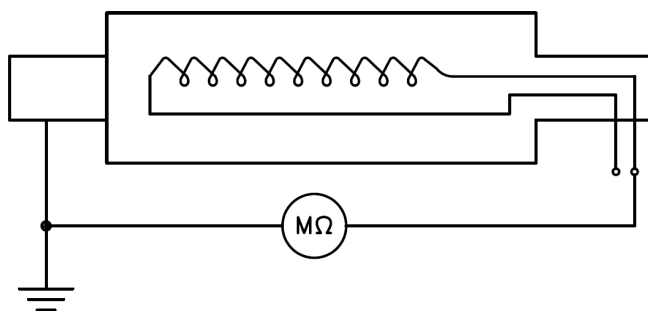

Figura 2
- Por lo que se refiere a los **bobinados rotoricos**, medir la resistencia de aislamiento entre un terminal del bobinado del rotor principal sobre el puente enderezador y la tierra del rotor (arbol). (ver **figura 2**)